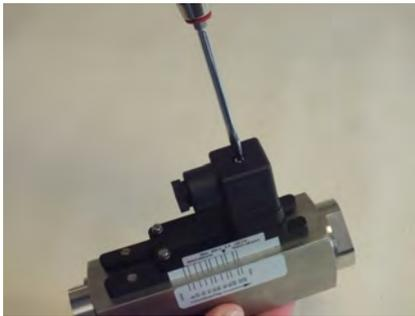

Abb. 22: Steckerdose lösen
1. ➤ Lösen Sie die Befestigungsschraube (Abb. 22) von der Steckerdose
9. ➔ Stecken Sie die Steckerdose auf den Gerätestecker. Ziehen Sie die Befestigungsschraube (Abb. 22/1) an